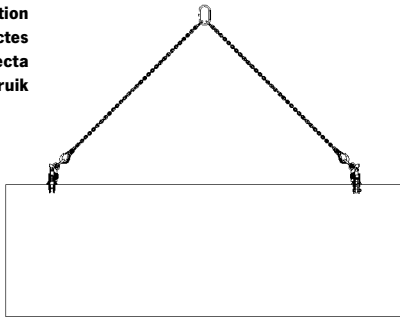
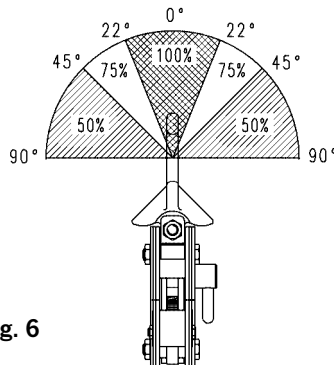

Fig. 1
Fig. 6
Respetar estrictamente el diagrama de la carga máxima de utilización en función del ángulo de uso (ver fig. 6).
- Bij het transporteren van lange lasten is het aan te bevelen twee platenklemmen in te zetten ter voorkoming van slingerbewegingen. Deze kunnen of d.m.v. een traverse of met een dubbelpaste ketting worden ingezet (fig. 1, pagina 8 – het draaglastdiagram fig. 6 raadplegen).
Voor de juiste belasting van platenklemmen dient u het draaglastdiagram te raadplegen (fig. 6).